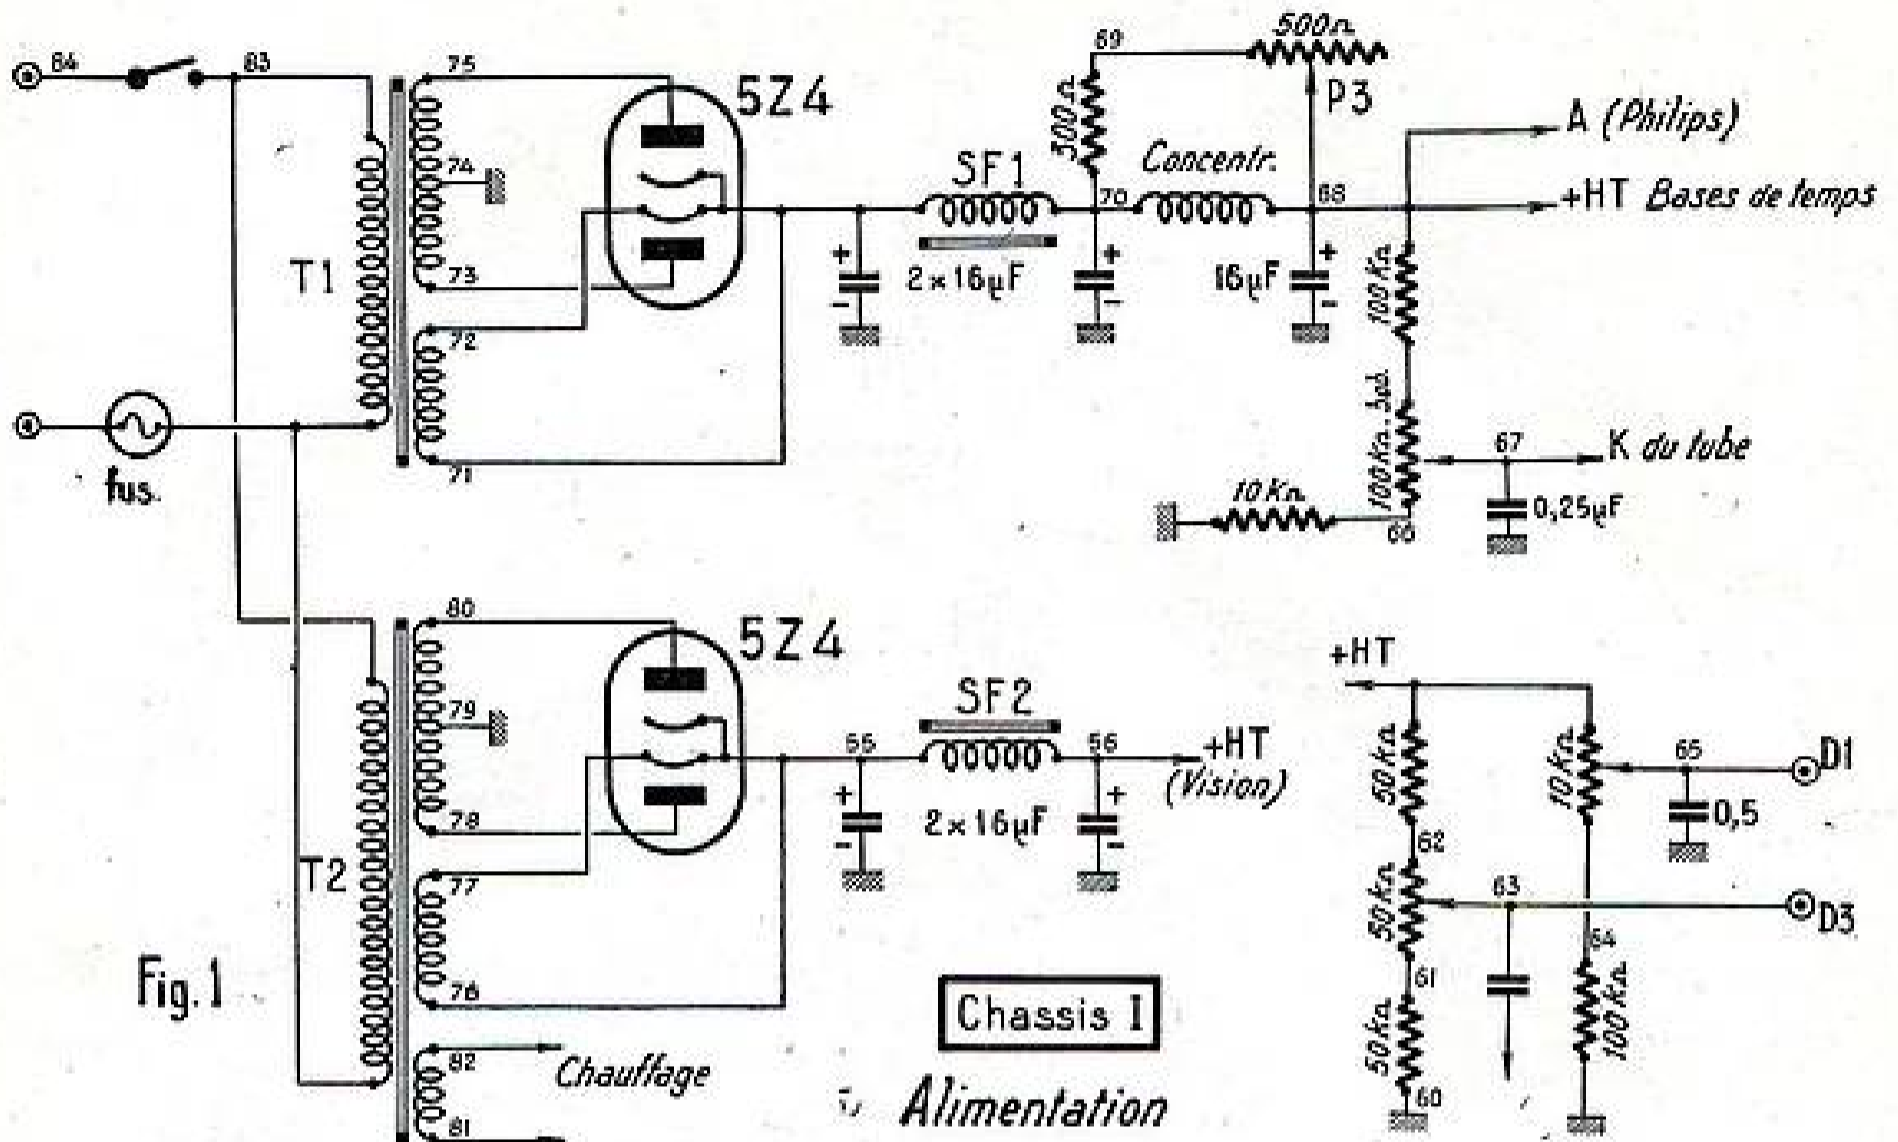

Fig. 1
1° HT1 (fig. 1) : source fournissant, d'une part, la HT des bases de temps (58), l'alimentation de la concentration (68 et 70), celle de l'anode A (pour les tubes miniwatt) et la polarisation (de cathode) du tube cathodique (67). On remarquera que la bobine de concentration (1) est utilisée comme deuxième cellule de filtrage, après SF1 (71 à 70) ; sa valeur ohmique est telle que le débit de la partie bases de temps (68) provoque la concentration ; une partie de ce débit est dérivé dans un ensemble composé d'une résistance de 300Ω en série avec un potentiomètre bobiné de 500Ω (P3). Ce potentiomètre est obligatoirement bobiné, car il est parcouru en service normal par un courant de 15 mA environ.